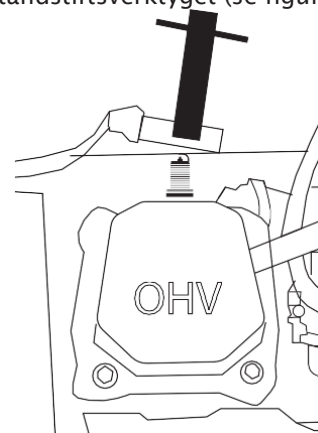

Figur 18: Ta av tändstiftshatten
13. Ta av tändstiftshatten genom att kraftigt dra i handtaget rakt utåt från motorn (se figur 18).